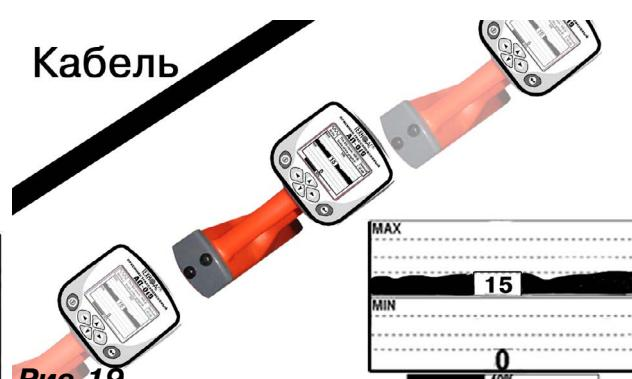

Рис. 19
- Удерживая приемник в положении соответствующем максимальному сигналу, и двигаясь перпендикулярно продольной оси в сторону увеличения сигнала MAX, мы кратчайшим путем придём к искомой коммуникации. (рис.19)